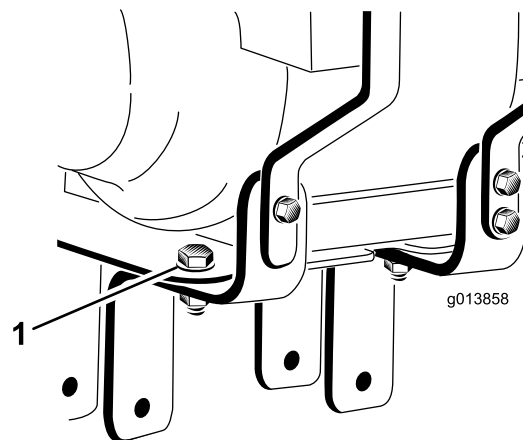

Figure 3
16. Desserrez, mais n'enlevez pas, les 2 boulons et écrous qui fixent les supports du moteur à la plaque de montage du moteur (Figure 3).